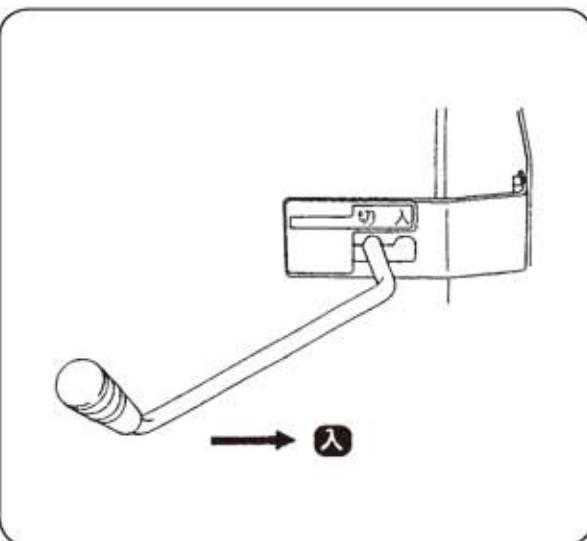

図22
- ③掘取刃チェンジレバーを【入】にします。（図22）
- ④主変速チェンジレバーを【低】に入れます。
- ⑤エンジン回転を少し上げて、主クラッチレバーを【入】にします。2～3m前進させて、掘り取り深さが適当か確認してください。